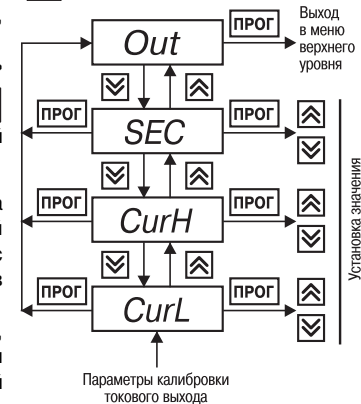

Рис. 20
6.2.2.9. Группа «**Cur**» (рис.20) предназначена для коррекции нижней (параметр «**CurL**») и верхней (параметр «**CurH**») границ выходного тока модуля с токовым выходом 4...20 мА, если он установлен в приборе. Код доступа для данной группы «\_11».